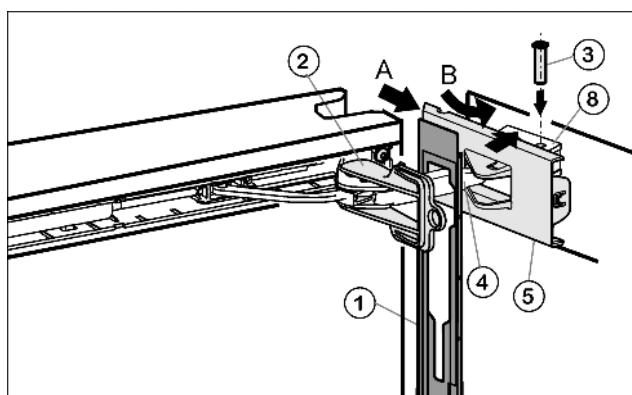

Fig. 16
- ▶ Навесьте накладку Fig. 16 (1) на амортизационную скобу Fig. 16 (4) таким образом, чтобы передние защелки показывали во внутрь, а передняя сторона была направлена к устройству.
- ▶ Отодвиньте (A) крышку Fig. 16 (5) снаружи и поверните (B) через опорную деталь Fig. 16 (8).
- ▶ Установите крышку Fig. 16 (5) и защелкните ее до первого фиксатора.
- ▶ Притяните амортизационную скобу Fig. 16 (4) к опорной детали и сверху вставьте палец Fig. 16 (3) таким образом, чтобы квадратная головка сидела в углублении.
- ▶ Теперь полностью защелкните крышку Fig. 16 (5) на опорной детали Fig. 16 (8).
- ▶ Выкрутите фиксатор Fig. 16 (2).
- ▶ Надвиньте и защелкните накладку Fig. 16 (1) на дверце.